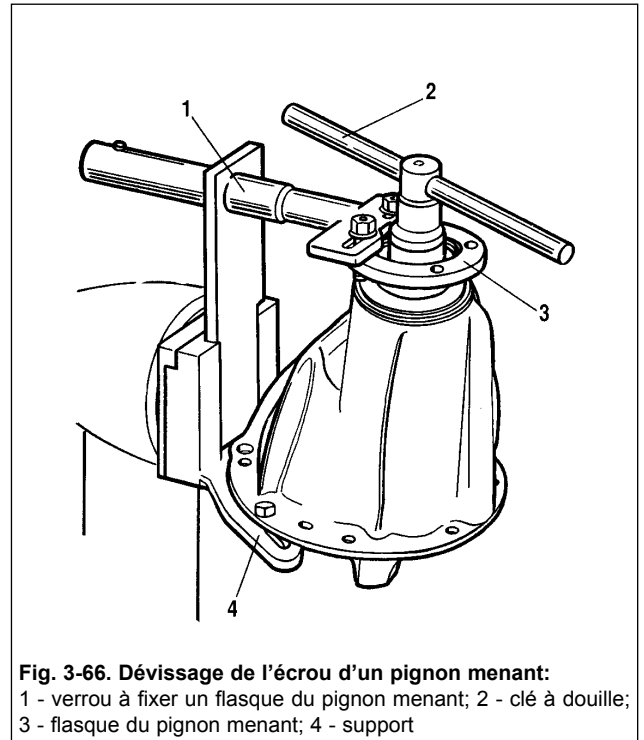

Fig. 3-66. Dévissage de l'écrou d'un pignon menant:
- faire retourner le carter du réducteur de façon que son nez soit en l'air (fig. 3-66) et en retenant la flasque 3 du pignon d'attaque par l'arrêtoir 1, dévisser l'écrou fixant la flasque par la clé 2.